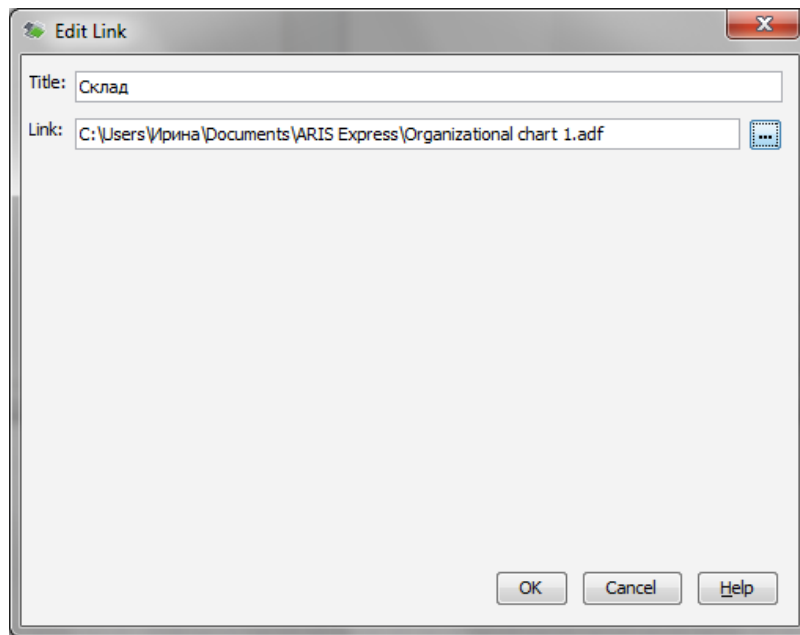

Рис. 2.12. Вікно Edit Link
3. Відкриється вікно **Edit Link**. Введіть у полі **Title** назву моделі, наприклад "Склад", а у полі **Link** оберіть посилання на модель підрозділу (рис. 2.12).